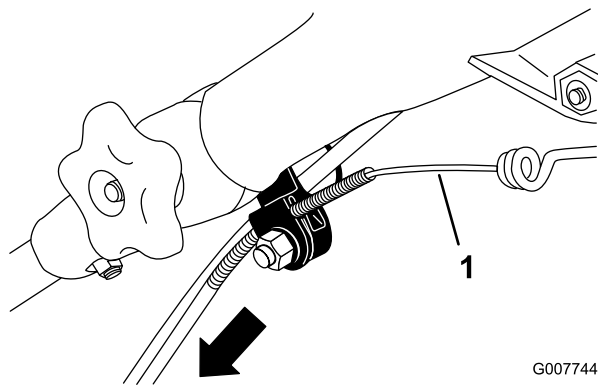

Figura 45
3. Tire hacia abajo de la cubierta del cable hasta eliminar la holgura en el cable expuesto (Figura 45).